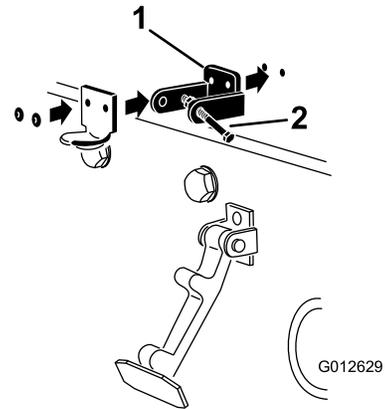

图 8
3. 对准安装孔的同时将 CE 锁定支架和机罩门锁支架放到机罩上。锁定支架必须紧贴机罩 (图 8)。不要从锁定支架臂卸下螺栓和螺母总成。
5. 用铆钉将支架和垫圈铆定到机罩 (图 8)。